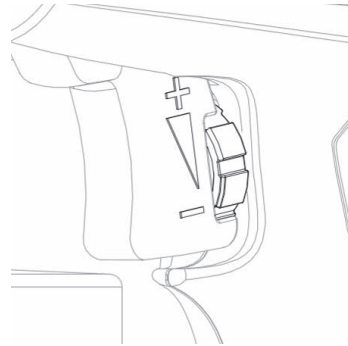

Fig.5
5) Ajustar el flujo de pintura (Fig. 5)